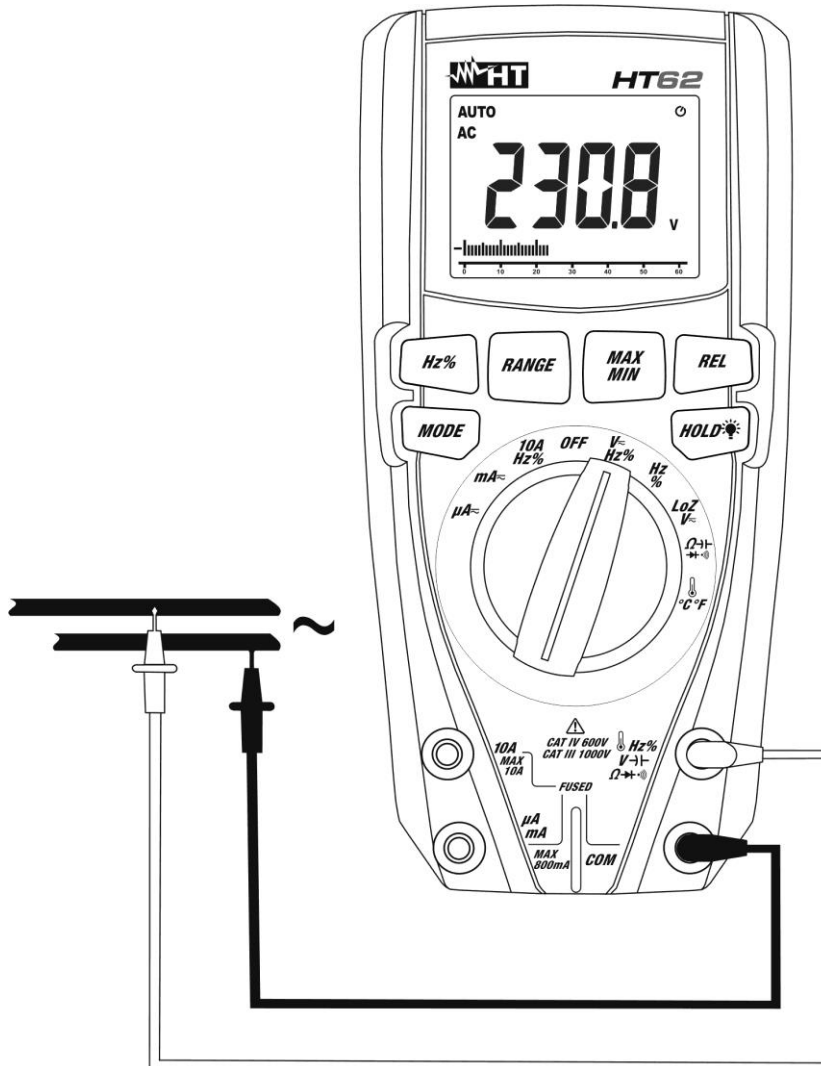

Abb. 3: Verwendung des Gerätes für Wechselspannungsmessung
4. Verbinden Sie die rote Messleitung und die schwarze Messleitung mit den gewünschten Messpunkten des zu messenden Kreises (siehe Abb. 3). Der Spannungswert erscheint auf dem Display.